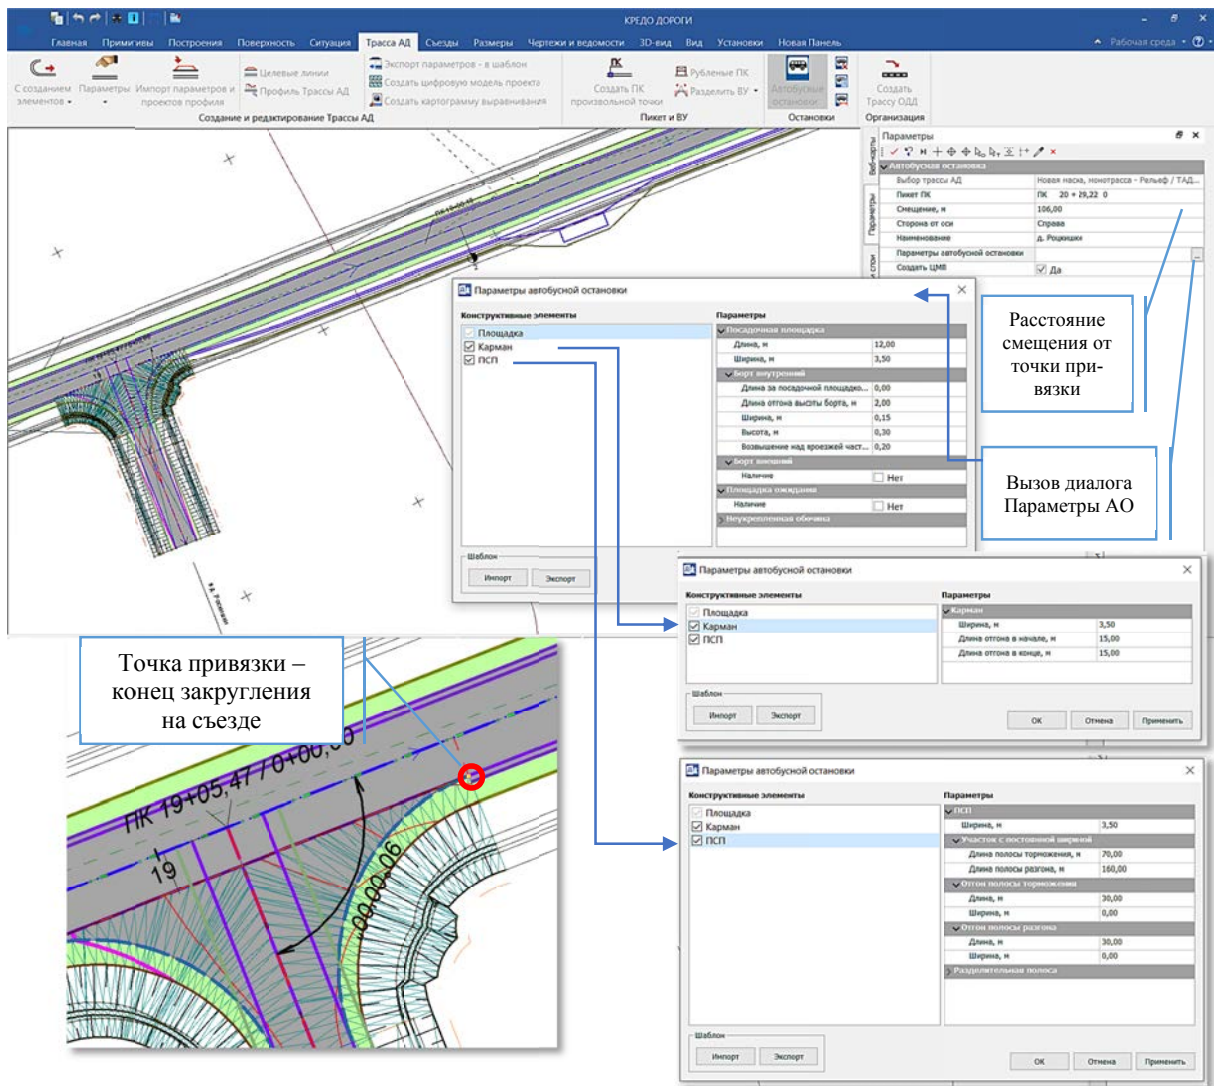

Рис. 5.11. Параметры создания автобусной остановки
1. Необходимо определить плановое положение автобусных остановок относительно имеющегося примыкания в соответствии с требованиями [1] и плановыми особенностями проектируемой остановки. Для автобусной остановки (рис. 5.11), расположенной на той же стороне дороги что и примыкание, обеспечиваем минимальное расстояние от конца закругления на съезде до начала посадочной площадки – 100 м. В данном случае необходимо предусмотреть устройство: